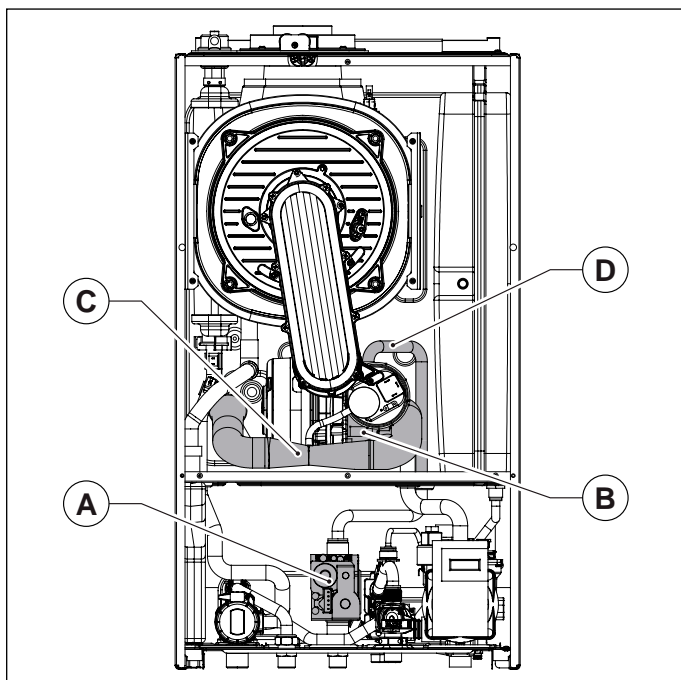

Fig. 41 Tobă de aspirație
- Înlăturați toba de aspirație având grijă să deșurubați mai întâi șuruburile care fixează amestecătorul (vezi Fig. 41 Tobă de aspirație).
- Deconectați conducta de gaz de la amestecător (vezi Fig. 41 Tobă de aspirație).